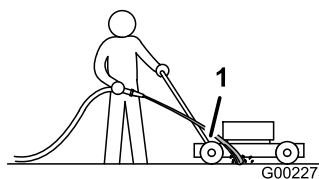

Figura 30
3. Sujete la manguera a la altura del manillar y dirija el agua para que fluya sobre el suelo justo por delante de la rueda trasera derecha (Figura 30).